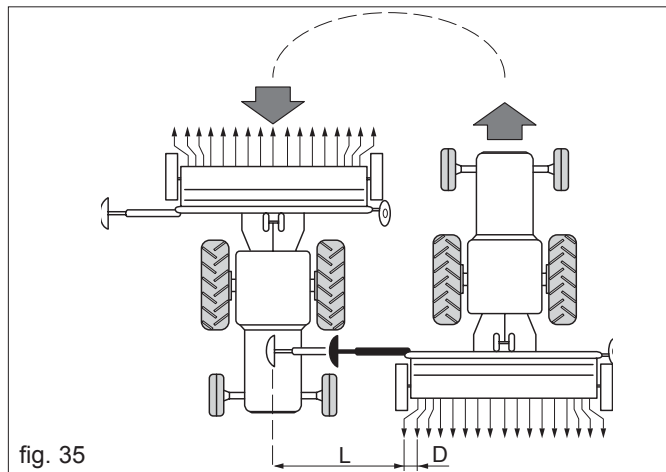

fig. 35
Se rappeler que pour la distribution de grosses semences (petits pois, soja, etc.), il est conseillé de décrocher l'arbre agitateur de la transmission (cf. Fig. 35) de manière à éviter que les semences soient endommagées.
La position de travail normale de la herse est indiquée sur la Figure 35. Dans cette position, l'usure de la dent courte et de la dent longue est identique. Grâce à la poignée de réglage (A), il est possible de modifier l'inclinaison de la herse.
Quand le tracteur aura terminé la course et invertit la marche, on procédera en courant sur la ligne de référence avec le centre du tracteur (L, Fig. 35) selon le traceur utilisé. A chaque nouveau passage, le semoir devra tracer une ligne de référence du côté opposé au passage précédent.
Pour un réglage correct de la longueur des bras voir Fig. 35 et la règle suivante, où: